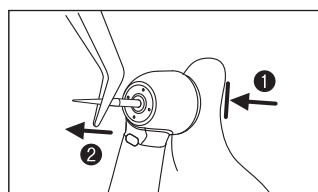

図8
プッシュボタンを押し、チャックを開き（①）、バーを取り外します（②）（図8）。